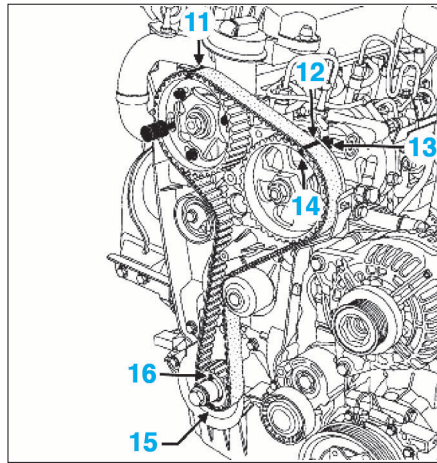

FIG. 32
• Vérifier (Fig.32) :
- que le repère (14) du pignon de la pompe haute pression soit en face de la tête de vis (13) ,
- que la clavette (16) du pignon de distribution du vilebrequin soit positionnée verticalement vers le haut,
- qu'il y ait 19 creux de dents de courroie entre les repères du pignon d'arbre à cames (11) et du pignon de la pompe haute pression (12) ,
- qu'il y ait 51 creux de dents de courroie entre les repères du pignon de vilebrequin (15) et du pignon de la pompe haute pression (12).